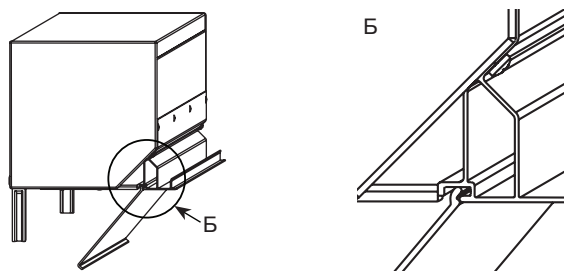

Рис. 8. Схема сборки короба
- 5.8. Установить ревизионную крышку SB-I/F в паз фасадной шины SB-I/F (рис. 8).